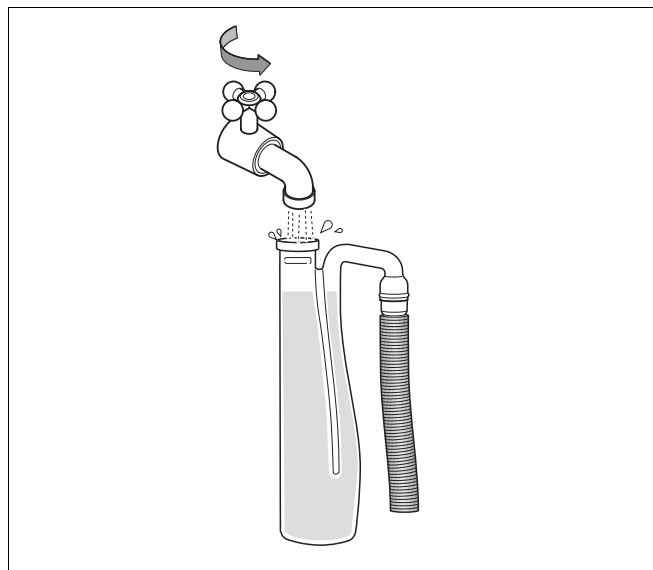

Fig. 71 Vandlåsen fyldes med vand
- Fyld vandlåsen med cirka en liter vand (fig. 71), og monter vandlåsen igen.